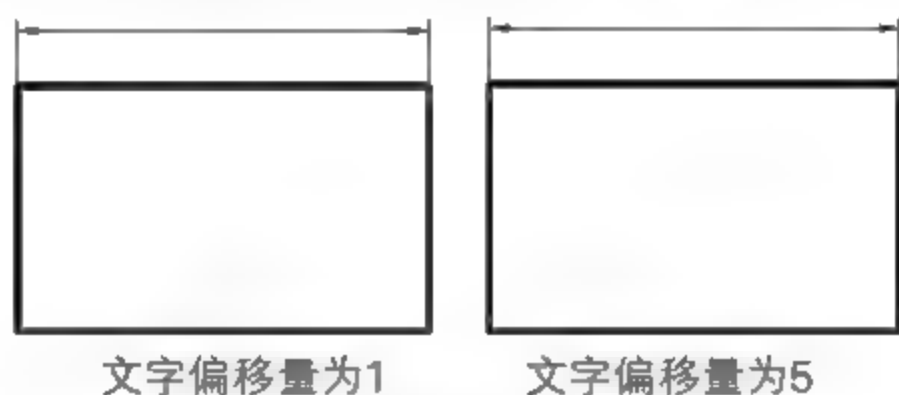

图5-29 设置文字偏移量
- 从尺寸线偏移：设置标注文字与尺寸线之间的距离，如图5-29所示